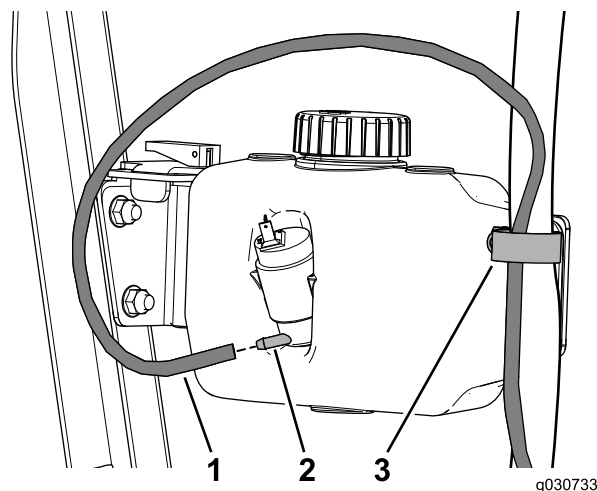

Figura 40
2. Encaminhe o tubo de lavagem através do grampo em R e ligue-o à garrafa lavadora (Figura 40).